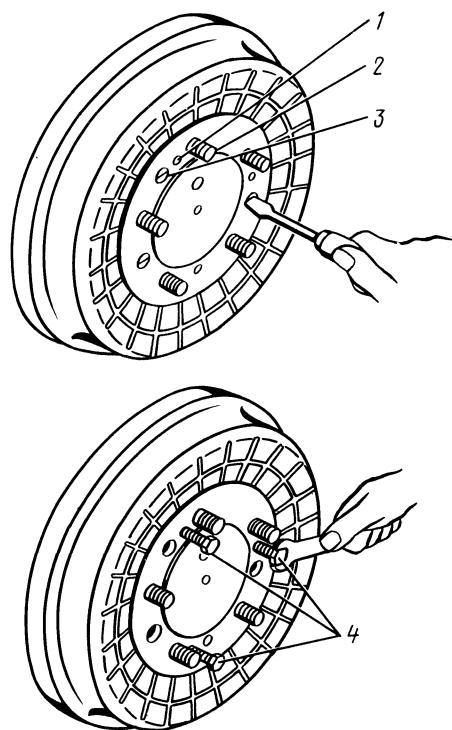

Рис. 185. Снятие тормозного барабана с полуоси:
5. Выверните три винта 3 (рис. 185) и снимите барабан с фланца полуоси. Если барабан сидит туго, то вверните в резьбовые отверстия три болта M8 и, поочередно вращая их, снимите барабан.